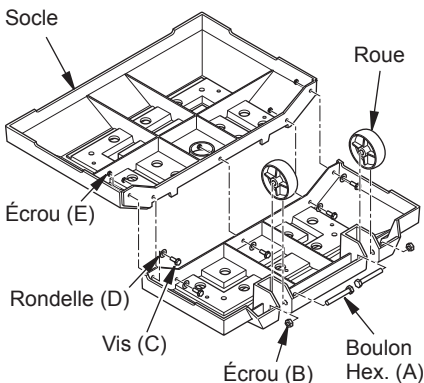
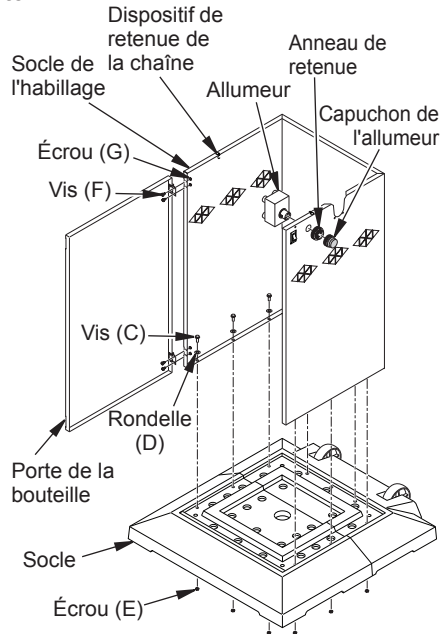

Figure 3 - Raccordement des roues au socle
Figure 4 - Assemblage du socle de l'habillage
1. Fixez les 2 pièces du socle l'une à l'autre à l'aide de 5 vis (C), 5 rondelles (D) et 5 écrous (E) comme illustré à la figure 3.
2. Mettez le socle à l'envers. Fixez les 2 roues, 2 boulon hex. (A) et 2 écrous (J), comme illustré à la figure 3. Ne serrez pas trop.
3. En faisant attention à ne pas égratigner la peinture, placez le socle de l'habillage sur son dos (utilisez un bloc de mousse pour soutenir l'arrière du socle de l'habillage). Alignez les trous du rebord inférieur du socle de l'habillage avec les trous du socle comme illustré à la figure 3. Fixez avec 1 vis (C), 1 rondelle (D) et 1 écrou (E) dans chacun des neuf trous (voir figure 4). Placez l'assemblage à la verticale.
4. Accrochez les anneaux de retenues (crochets en forme de « s ») de la chaîne aux rebords supérieurs du socle de l'habillage, comme illustré à la figure 4.
5. Installez l'allumeur électronique sur la paroi de l'habillage comme illustré à la figure 4. Serrez à la main.
6. Fixez la porte du réservoir à l'habillage avec 4 vis (F) et 4 écrous (G) comme illustré à la figure 4. Placez l'assemblage de côté.